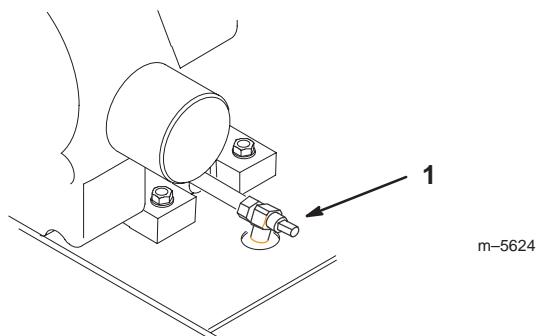

Figure 42
- Placez un bac de vidange sous l'orifice de vidange. Tournez le robinet de vidange d'huile pour permettre à l'huile de s'écouler (Fig. 42).